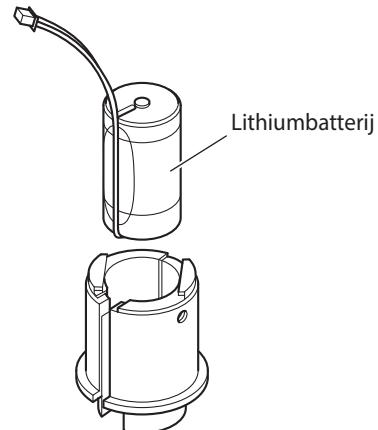

Afb. 22 Verwijderen van de klemmen
- 3 Verwijder de buitenste klem van het frame, verwijder de bevestigingsschroef en trek de binnenklem samen met de batterijhouder naar buiten (afb. 22).
Opmerking: Plaats bij het installeren van de binnenklem de batterijaansluiting op het bovenste oppervlak van de printplaat zoals getoond in afb. 22.